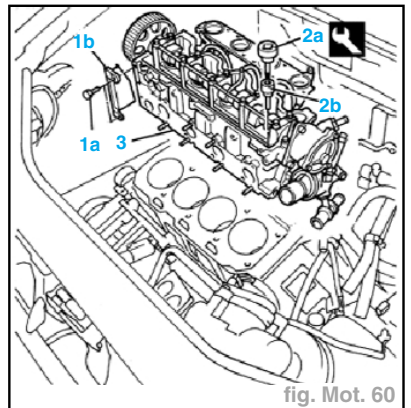

fig. Mot. 60
- Détacher du thermostat le tuyau supérieur (2) du radiateur.
- Débrancher du thermostat le tuyau (3) de retour liquide de refroidissement de l'échangeur de chaleur d'huile.
- Dévisser les vis de fixation (1a) et déposer le carter latéral de la courroie de distribution (1b) (fig. Mot. 60).